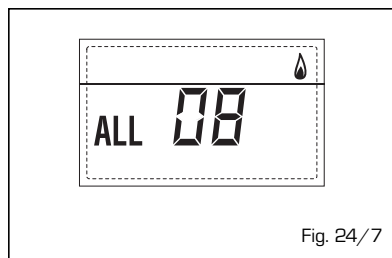

Fig. 24/7
- ANOMALÍA CIRCULACIÓN AGUA "ALL 09" (fig. 24/8)